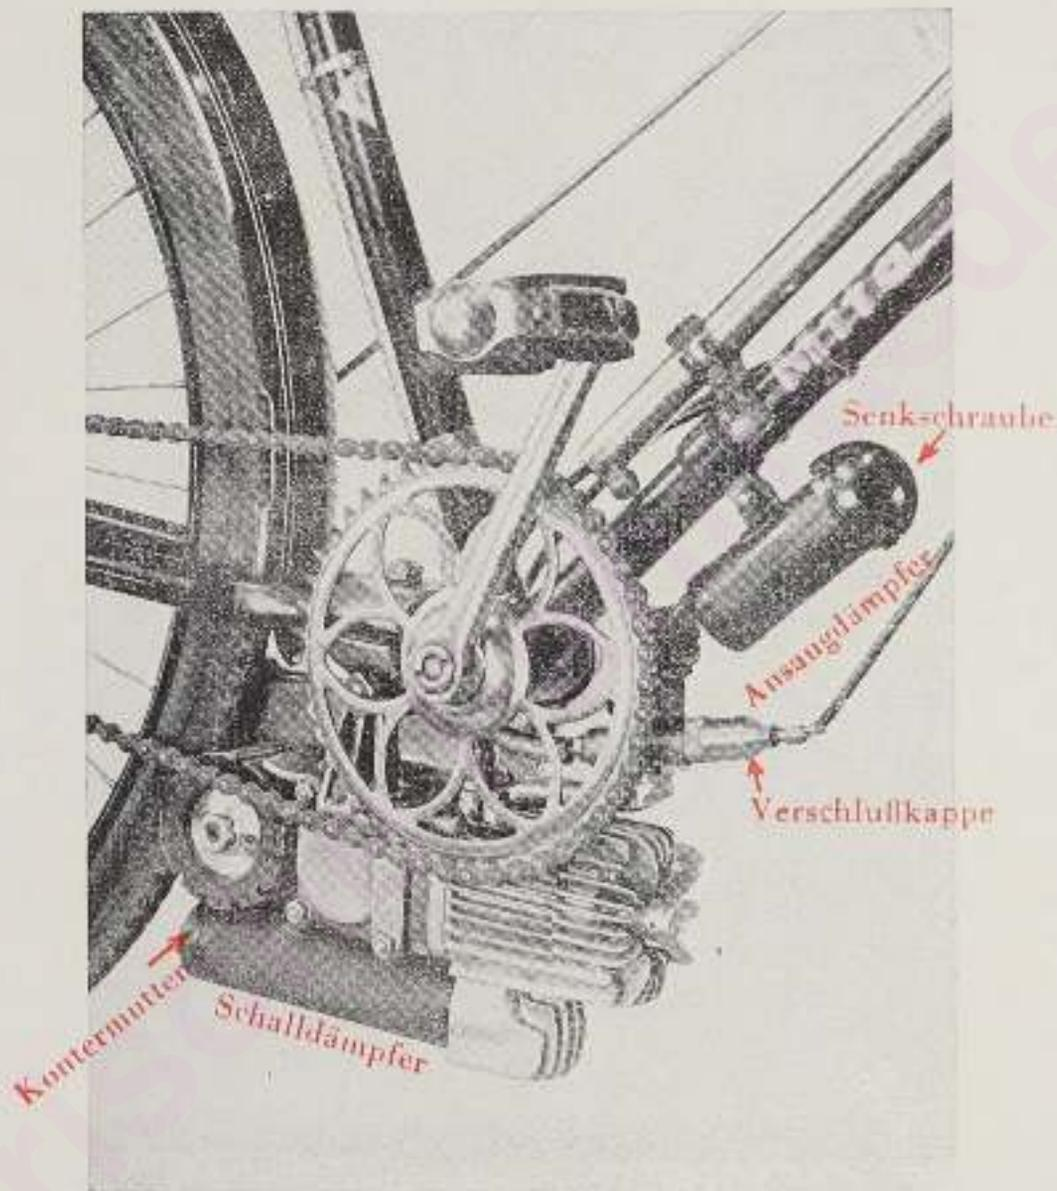

Bild 3
3. Daß eine Luftblase im Benzinzuführungsschlauch entstanden ist, die den Durchlauf des Treibstoffes hindert. Löse deshalb am Mischer die Verschlußklappe (Bild 3 u. 4) und ziehe den Schieber heraus. Öffne dann den Benzinahn und laß Treibstoff durchfließen. Alsdann wieder Schieber einsetzen und Verschlußkappe fest anziehen. Vorher Benzinahn schließen.